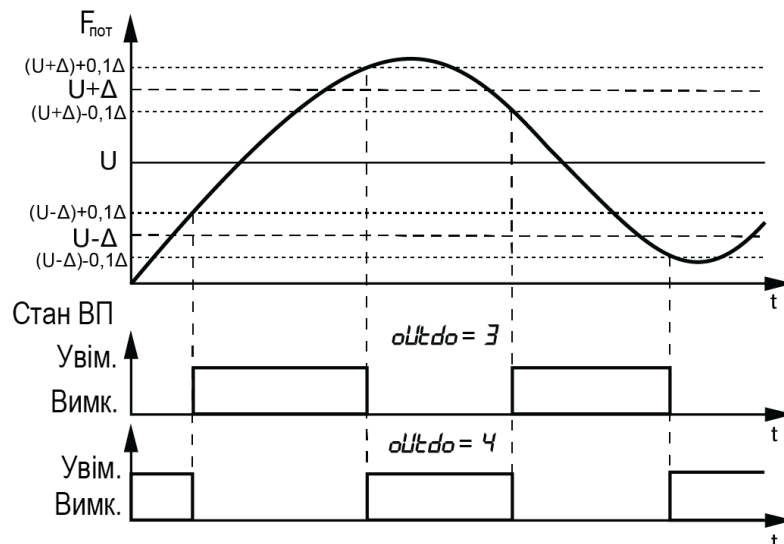

Рисунок 7.7 – Типи логіки (П- і U-подібна) під час роботи ВП як компаратора
- За П- або U-подібною логікою для пригнічення брязкоту під час перемикання існує додатковий гістерезис спрацювання 5 % від діапазону між межами ( $2\Delta$ ) (див. рисунок 7.7).